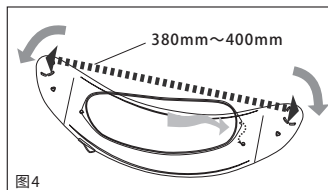
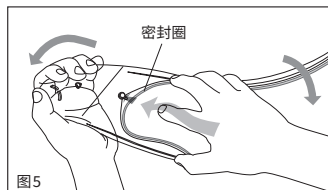

图4
图5
❷-3接着充分展开镜片(图4),将SHOEI DRYLENS的另一侧也插入按扣(图5)。